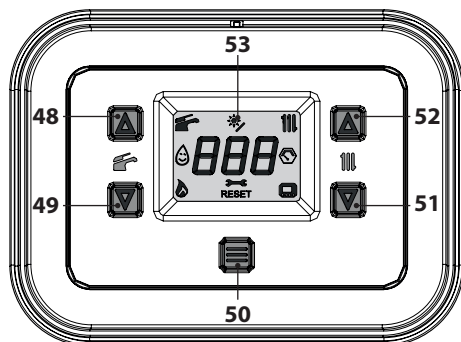
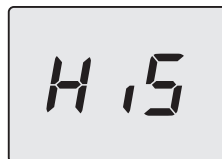

Figura 9.5
Figura 9.6
- Entrare in "modalità programmazione" premendo contemporaneamente per 5 secondi i tasti 49 e 51 (Figura 9.5) fino a far apparire sul display LCD le lettere **HiS** che indicano il menu "Storico delle caldaia" (Figura 9.6).
- Premendo il tasto 50 (Figura 9.5) si ottiene la conferma del valore inserito. Il display visualizzerà per 5 sec. quanto segue (Figura 9.10) poi, si porterà al livello superiore.
- tenere premuti contemporaneamente i tasti 49 e 51 per 5 sec. (Figura 9.5) (ritorno al livello precedente).